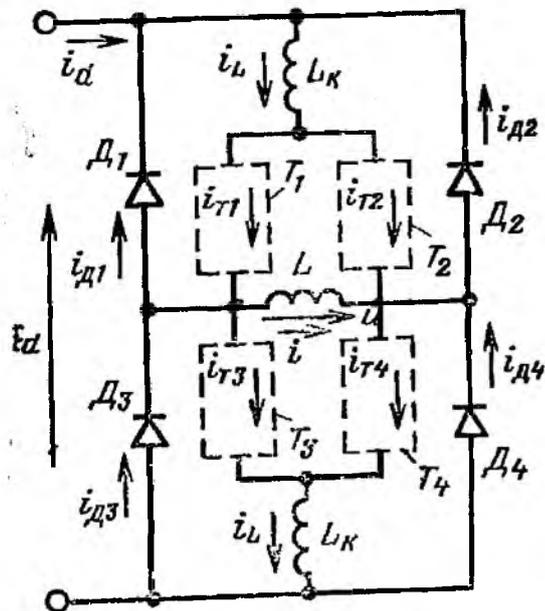

Рис. 16. Схема идеального однофазного мостового инвертора
20. В схеме однофазного мостового инвертора (рис. 16) тиристоры заменены ключами, последовательно соединенными с диодами, коммутирующий конденсатор  $C_K$  не используется. Построить кривую напряжения  $u$  и кривые токов  $i_d$ ,  $i_T$ , и  $i_D$  и найти средние значения токов, если  $E_d = 10$  В,  $f = 100$  Гц,  $L = 1$  мГн и  $L_K \approx \infty$ . Вентили идеальные, а активные сопротивления реакторов очень малы.